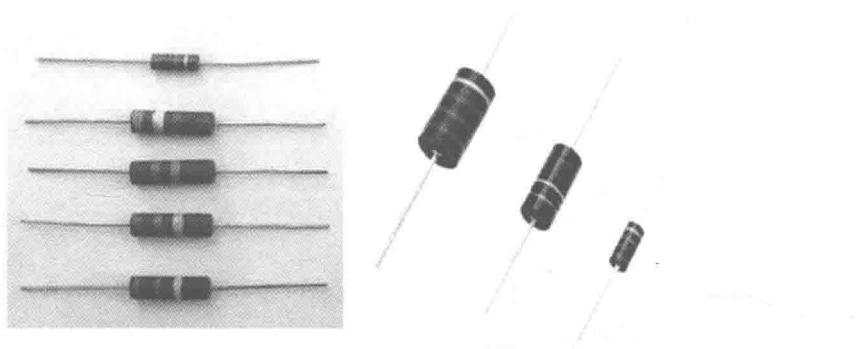

图 1-3 实心电阻器外形
(3) 实心碳质电阻器。实心电阻器（见图 1-3）可分为有机实心电阻器和无机实心电阻器两种。有机实心电阻器是由颗粒状导体（如炭黑、石墨）、填充料（如云母粉、石英粉、玻璃粉、二氧化钛等）和有机黏合剂（如酚醛树脂等）等材料，经专用设备热压成型后装入塑料壳内制成的，具有较强的抗负荷能力。无机实心电阻器是由导电物质（如炭黑、石墨等）、填充料与无机黏合剂（如玻璃釉等）混合压制成型后再经高温烧结而成的，其温度系数较大，但阻值范围较小。